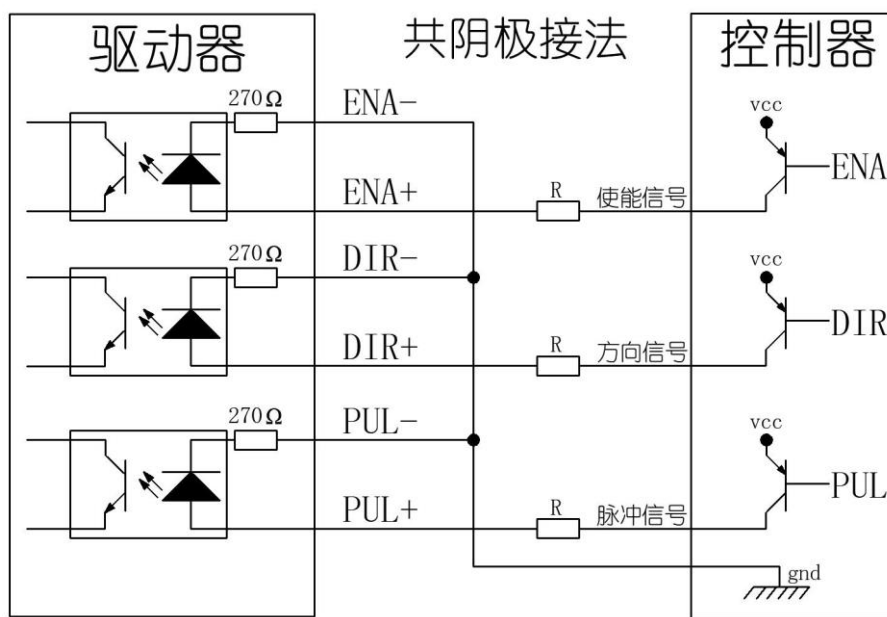

图 2.2.3 驱动器共阴极接法，控制器 PNP 输出
2), PNP 输出接线（共阴极）方式如图 2.2.3 所示: